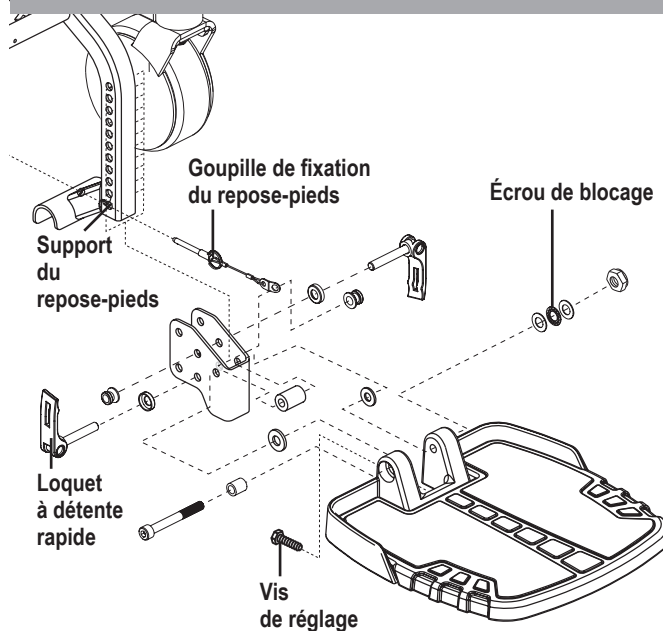
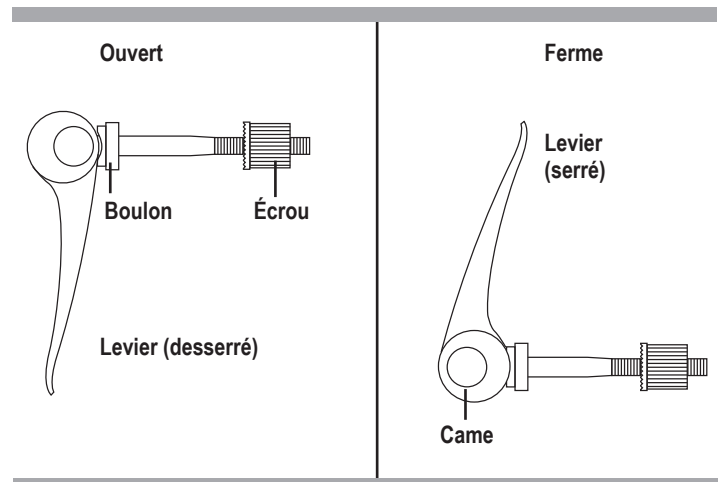

Figure 16. Ajustement du repose-pieds
Figure 17. Opération du loquet à détente rapide
1. Détendez et retirez les loquets à détente rapide du support du repose-pieds. **Voir la figure 16.**
Loquets à détente rapide: Le repose-pieds est fixée à la base motorisée à l'aide de deux loquets à détente rapide. **Voir la figure 16.** Chaque loquet est composé d'un levier à came, d'un boulon et d'un écrou. **Voir la figure 17.** La came à l'extrémité du levier lui permet de s'ouvrir ou de se refermer en place. Quand au loquet, il peut se desserrer ou se resserrer. Lorsque le levier est ouvert le loquet est desserré. Tandis que lorsqu'il est fermé, il est serré.